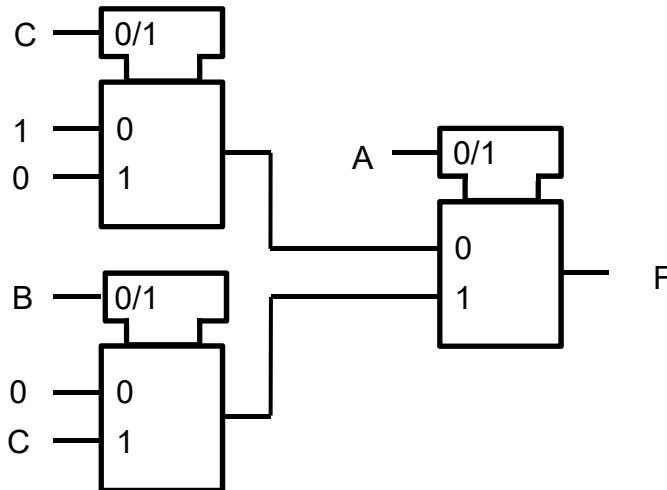

Abbildung 1.1: Implementierung der Funktion  $F$  mittels Multiplexern
Gegeben ist die Multiplexer-basierte Implementierung einer Funktion  $F(A,B,C)$  laut Abbildung 1.1.
- Geben Sie für die verwendeten Multiplexer eine Realisierung mittels Transmission Gates und Invertern an (mit geeigneter Entkopplung von Eingang und Ausgang)! Wie viele Transistoren benötigt ein Multiplexer, wie viele die gesamte Implementierung von  $F(A,B,C)$  lt. Abbildung 1.1 (für interne Verbindungen können Sie die Entkopplung nun einsparen)?